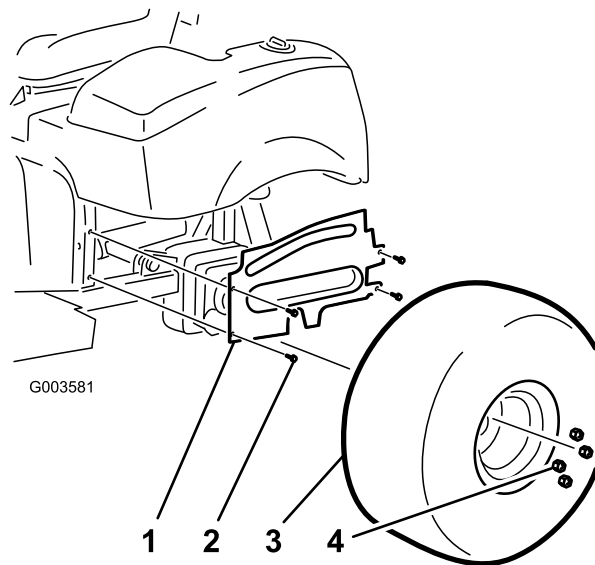

図 4
- 左ホイール用のシュラウドをフレームに固定しているフランジヘッドねじ4本を外す図4。シュラウドを外して保管する。